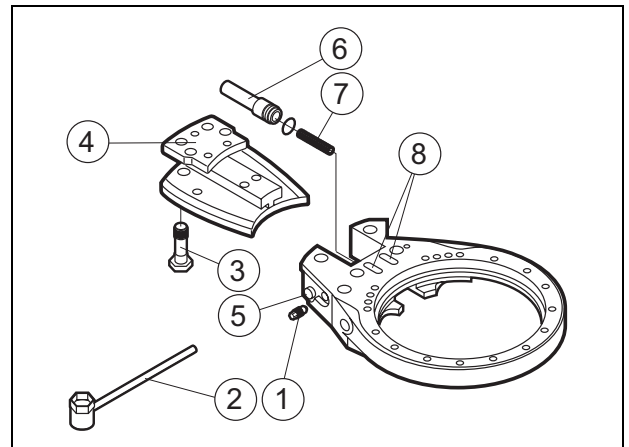

Fig. 16 Remplacement de la barre de scie
3. Desserrer les vis-mère (3), W = 16 mm, et enlever la barre de scie. Voir Fig. 16.
4. Remplacer la barre de scie et serrer les vis-mère (3).. Pour la barre de scie Oregon, utiliser la vis-mère #2, P/N 0704048 et pour la Sandvik-Windsor, utiliser #1, P/N 0704049.